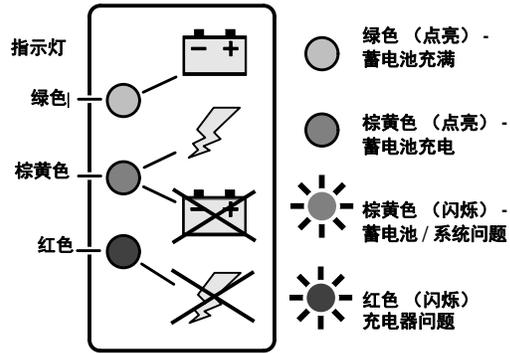

图 3-5. 充电器标牌 LED 指示灯
3. 在接通电源时，充电器将执行简短的指示灯自检。充电器上的蓄电池指示灯（图 3-5。）将持续闪烁两秒。可在用于取出充电器交流电源线的面板后侧开口处，查看指示灯。